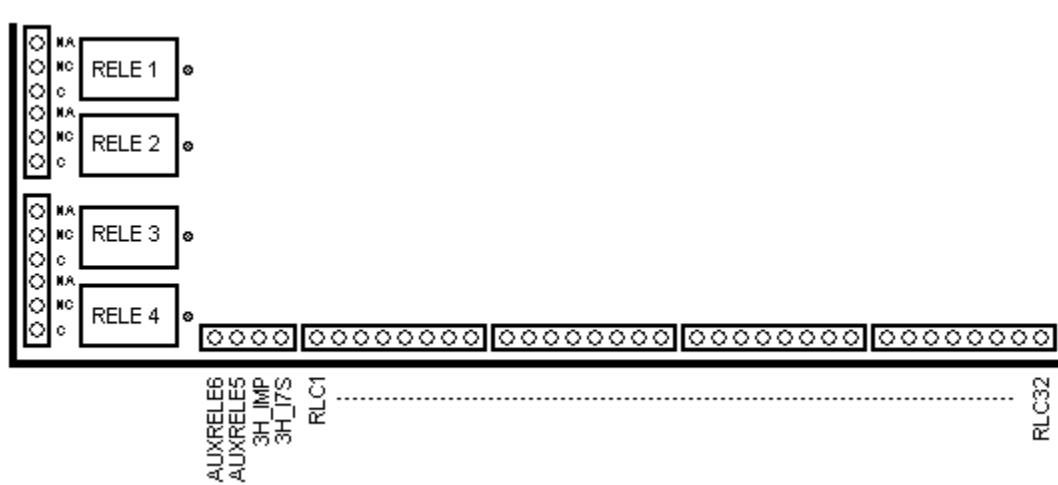

Figura 10
- los registros de llamada, en los terminales RLC1 a RCL32 (Figura 10)
- los relés RELE1 a RELE4 (Figura 10)
- las salidas auxiliares, en los terminales AUXRELE5 y AUXRELE6 (Figura 10)
- los mandos a accesorios 3H, en los terminales 3H_IMP y 3H_I7S (Figura 10).